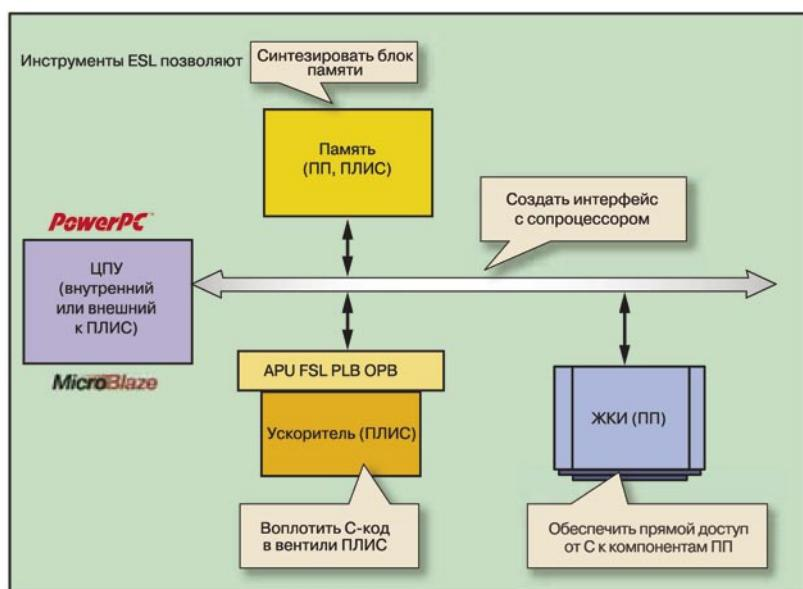

Рис. 2. Средства ESL опускают детали, связанные с ускорением процессорных приложений в FPGA
- ускорение процессора. В этом режиме компилятор HLL позволяет ускорить выполнение критических по времени или очень медленных функций, исполнявшихся на процессоре, путем создания специализированного блока ускорителя в программируемой структуре ПЛИС. Кроме акселератора можно автоматически синтезировать блок памяти и необходимую схему аппаратно-программного интерфейса, а также программные драйверы для обеспечения взаимодействия между процессором и блоком аппаратного ускорителя (см. рис. 2). На ПЛИС-ускорителе код может выполняться на порядки быстрее, чем на процессоре, потребляя при этом значительно меньше энергии.